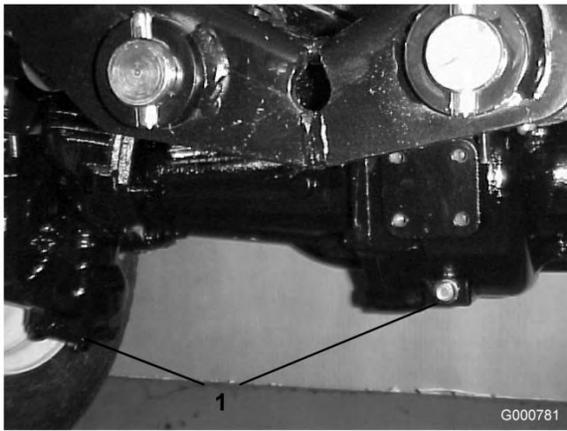

Figura 68
2. Pulite attorno ai tre tappi di spurgo, uno per lato ed uno in centro (Figura 68).